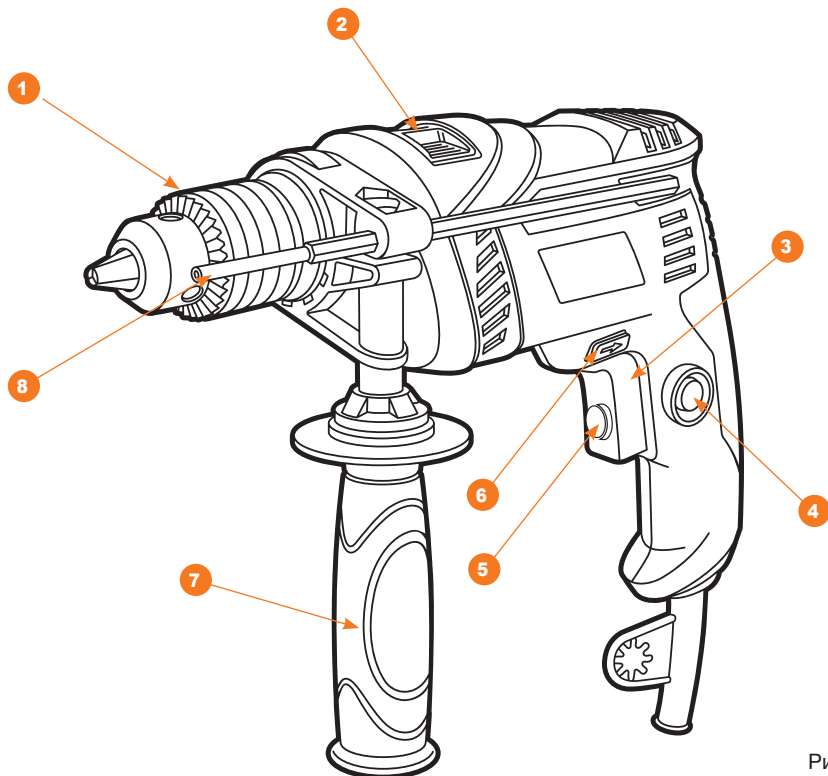

Рис. 1
Переключатель режима работы ② установите в положение сверления , регулятором оборотов ⑤ установите требуемую скорость вращения патрона, переключателем направления вращения ⑥ требуемое направление (Рис. 1).
При необходимости, производить изменение направление вращения патрона, с правостороннего на левостороннее и обратно используйте переключатель ⑥ (Рис. 1). Переключение производите только после выключения инструмента и полной остановки вращения патрона.